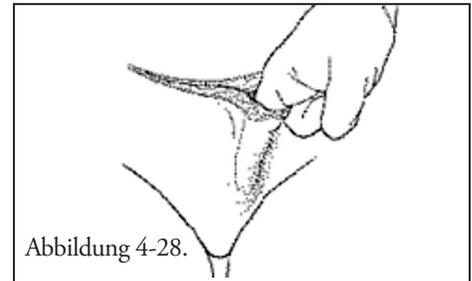

Abbildung 4-28.
- Die Kontrollpumpe wird anhand stumpfer Präparation, mit der ein unabhängiger Subdartos-Raum geschaffen wird, im Skrotum oder Labium implantiert. Die Kontrollpumpe wird auf derselben Seite wie der Druckregulierungsballon implantiert (**Abbildung 4-28**).